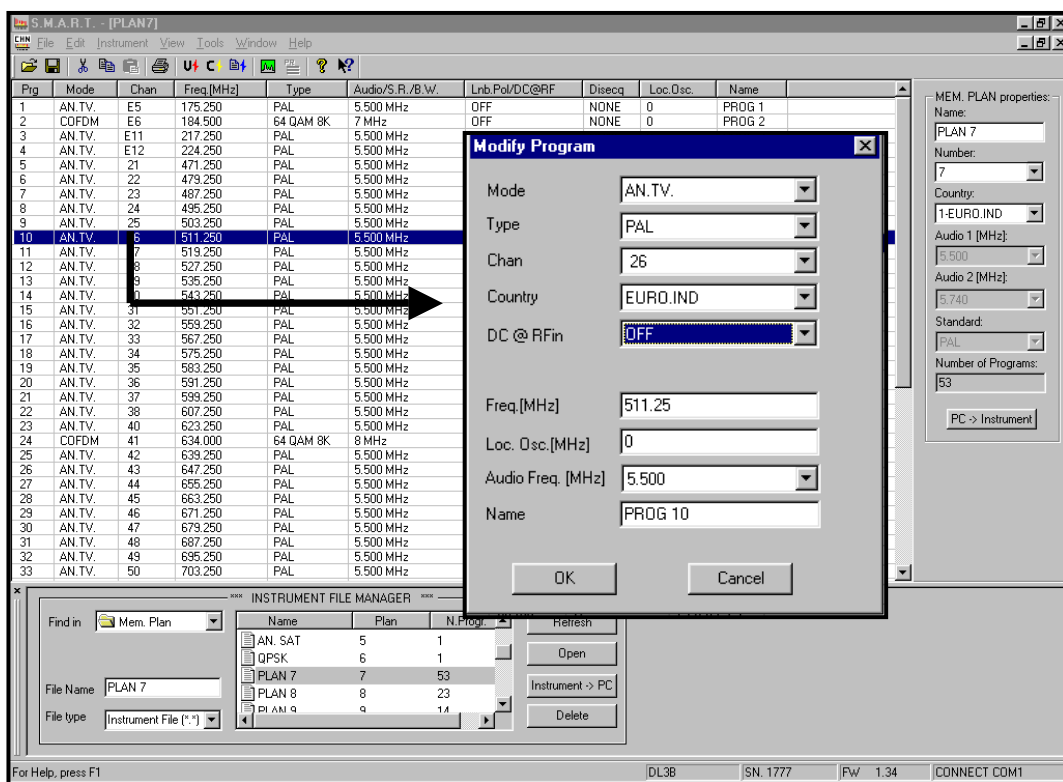

Figure 7.1
- f) Cliquer 2 fois sur le Plan de mémoires à visualiser (Fig. 7.1)
- Dans la fenêtre qui apparaît, modifier les paramètres correspondant au programme sélectionné. (Fig. 7.1)